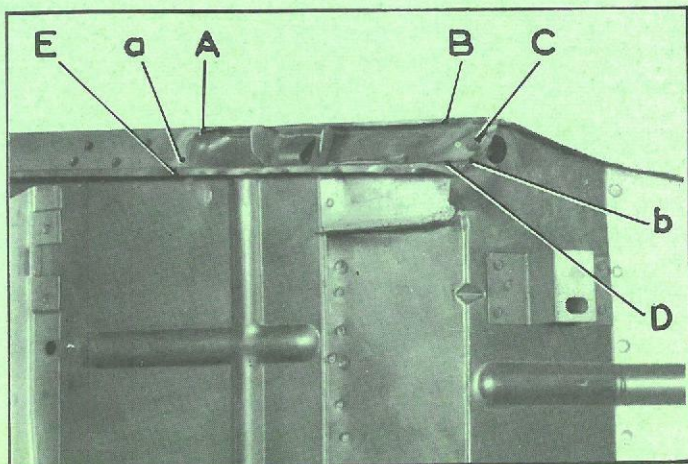

Fig. 1
- a (fig. 1)
- b (fig. 1)
- A (fig. 1)
- B (fig. 1)
11. Etamer en C (fig. 1).
Support de patte de cric AV (fig. 1).
- AB (fig. 1 et 2)
- DE (fig. 1 et 2)
- et le point C (fig. 1)